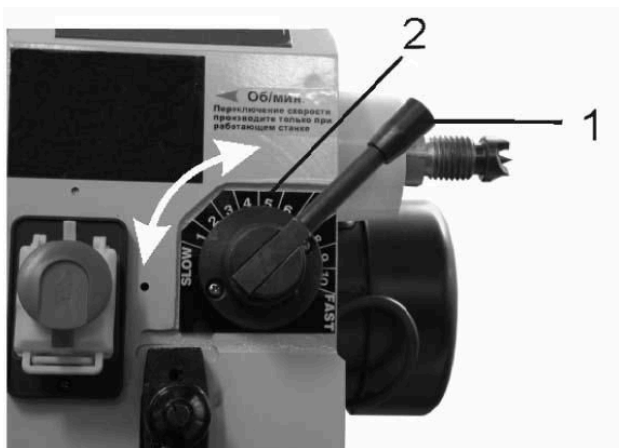

Рис. 12
Регулировка частоты вращения шпинделя передней бабки (Рис. 12, 12а)
Рис. 12а
- Ручка, регулировки частоты вращения шпинделя передней бабки 1 (Рис. 12), может быть установлена на одну из десяти фиксированных скоростей. Для регулировки частоты вращения шпинделя передней бабки отведите на себя ручку 1 (Рис. 12) и медленно поверните ее в сторону следующей фиксированной скорости.
⚠ Внимание! Необходимо переместить ручку регулировки частоты вращения шпинделя передней бабки в позицию минимальной скорости перед выключением станка (Рис. 12а), в противном случае электродвигатель может не запуститься.